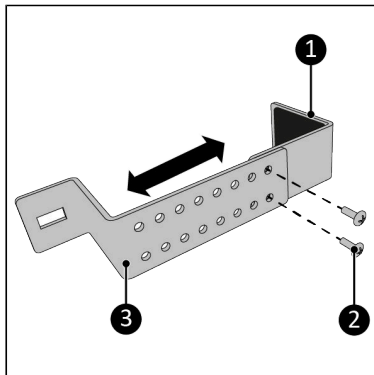

Figura 94.
2. Înșurubați partea superioară (Figura 94, nt. 1) și partea inferioară (Figura 94, nt. 3) împreună la o distanță mare folosind cele două șuruburi M5 x 10 mm (Figura 94, nt. 2). Ajustați distanța dacă este necesar.